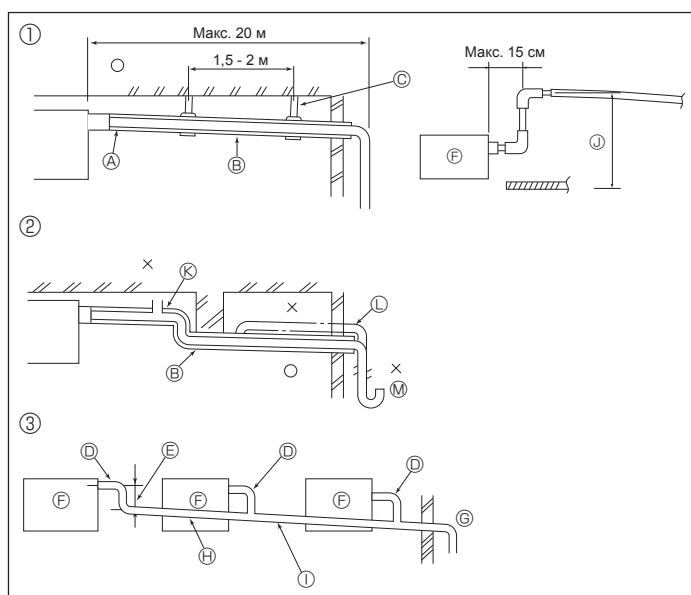
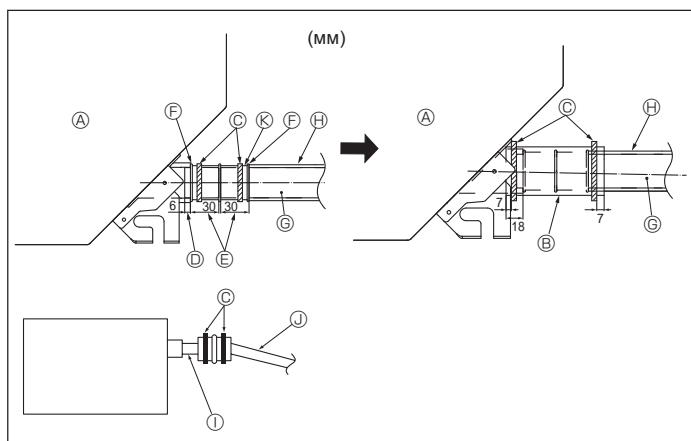

Fig. 3-4
Fig. 3-5
3.5. Дренажные трубы (Fig. 3-4)
① Правильное соединение труб	⑥ Устанавливайте трубы большого размера для сгруппированных труб
② Неправильное соединение труб	⑦ Наклон вниз (1/100 или больше)
③ Сгруппированные трубы	⑧ Трубы из ПХВ, О.Д. Ø38 для сгруппированных труб
④ Изоляция (9 мм или больше)	⑨ 9 мм изоляция или больше
⑤ Наклон вниз (1/100 или больше)	⑩ До 85 см
⑥ Поддерживающий метал	⑪ Выпуск воздуха
⑦ Трубы из ПХВ, О.Д. Ø32	⑫ Поднятие
⑧ Сделайте ее как можно большей (около 10 см)	⑬ Ловушка запахов
⑨ Основной блок
1. Подсоедините соединительную муфту для дренажа (входит в комплект поставки прибора) к дренажному порту. (Fig. 3-5)